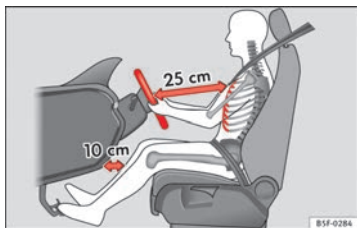

Abb. 133 Die richtige Sitzposition des Fahrers.
- Stellen Sie das Lenkrad in die gewünschte Position ein ⇒ Abb. 133.
- Stellen Sie den Fahrersitz bzw. das Lenkrad so ein, dass der Abstand zwischen Lenkrad und Brustbein mindestens 25 cm beträgt ⇒ Abb. 133. Wenn Sie den Mindestabstand nicht einhalten, kann Sie das Airbag-System nicht schützen – Lebensgefahr!